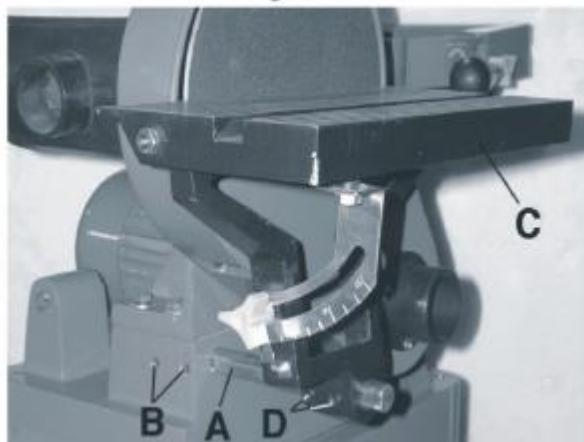

Рис. 9
1. Найти опорный вал (A), рис. 9, и вставить его в отверстие опорного вала. Затянуть 2 установочных винта (B) по лыскам опорного вала шестигранником на 5 мм.
2. Надеть узел наклоняемого стола (C) на опорный вал (A) до получения расстояния 1/16 дюйма от шлифовального диска.